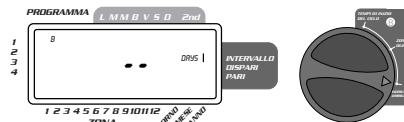

FIGURA 8: Visualizzatore LCD con l'intervalllo di annaffiamento
- Ruotare il selettori girevole su **WATERING INTERVAL**. Il cursore lampeggerà a sinistra della parola **INTERVALLO** [vedi figura 8].